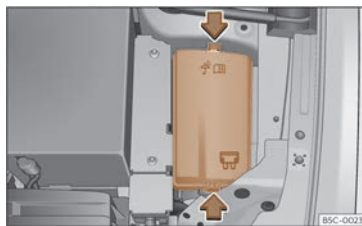

Fig. 211 Dans le compartiment moteur : cache du boîtier de fusibles.
- Appuyez sur les languettes de verrouillage pour déverrouiller le cache du boîtier à fusibles >>> fig. 211.